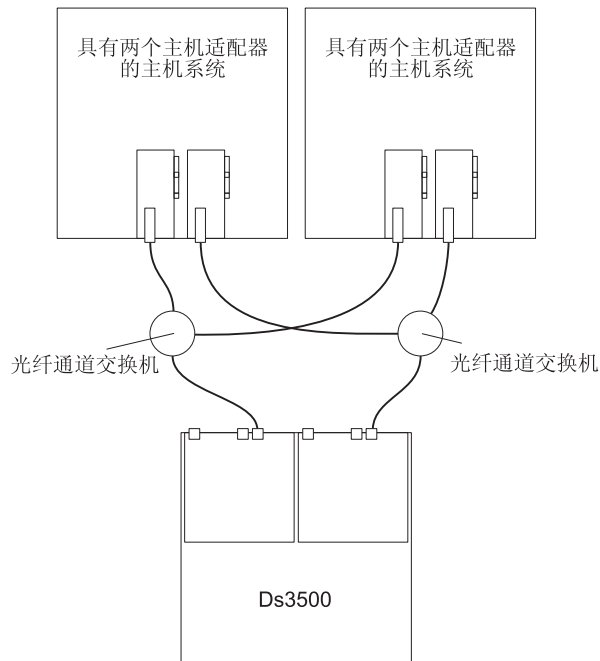

图 62. 双光纤通道 SAN 光纤网配置的示例
- 双 SAN 光纤网配置，如第 66 页的图 62 中所示
在第 66 页的图 62 中，光纤通道交换机未通过 ISL 连接在一起。每个交换机形成自己的 SAN 光纤网。该配置还用于双节点主机配置。